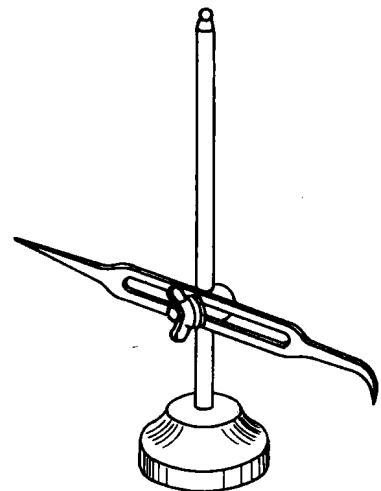

图 2.5 划线盘
(5)划线盘(图 2.5) 用来在划线平台上对工件进行划线或找正工件在平台上的正确安放位置。划针的直头端用来划线,弯头端用于对工件安放位置的找正。